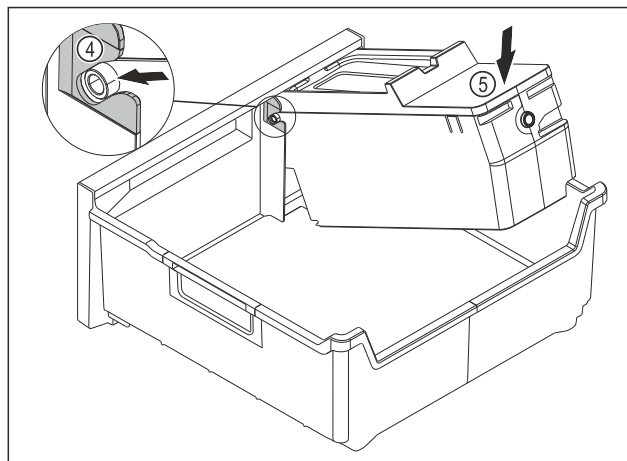

Fig. 140
- ▶ EasyTwist-Ice-rungon asennus: Työnnä EasyTwist-Ice-rungon akselit ohjaimiin Fig. 140 (4).
- ▶ Paina EasyTwist-Ice-runkoa Fig. 140 (5) takaa alaspäin.